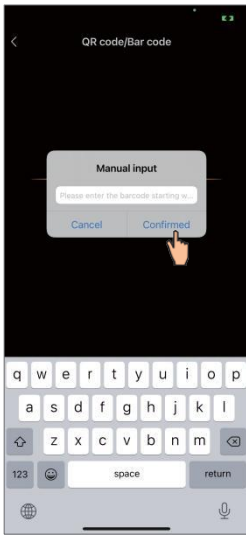

Abb. 19.2 Schnittstelle zur manuellen Eingabe
- 8 Klicken Sie auf "OK" (Abb. 17), um der App die Verwendung der Kamera zum Scannen des WF-Codes auf dem WIFI-Modul zu erlauben (Abb. 19.1), or klicken Sie auf "manuelle Eingabe", um den WF-Code einzugeben (Abb. 19.2).